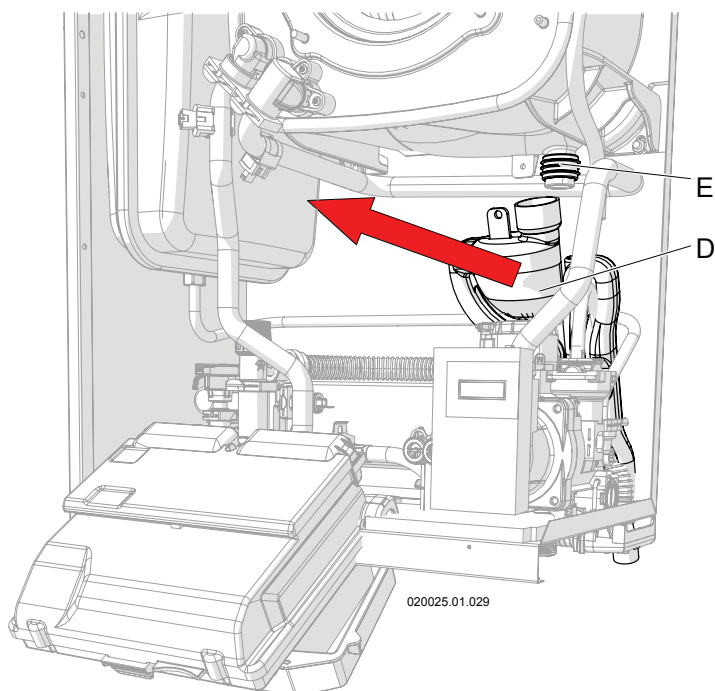

Figura 8-8 - Smontaggio sifone raccogli condensa
- 1.- con l'apparecchio acceso, aprire al massimo un rubinetto dell'acqua calda sanitaria in modo che il bruciatore si pone alla potenza massima e il livello di liquido presente all'interno del serbatoio del sifone "D" (vedi figura 8-8), si abbassa;
- 8.- estrarre verso l'esterno il sifone (vedi figura 8-8) facendo attenzione a scollegare i tubi di raccolta dell'acqua proveniente dalla parte superiore dell'apparecchio e dalla valvola di sfogo aria.